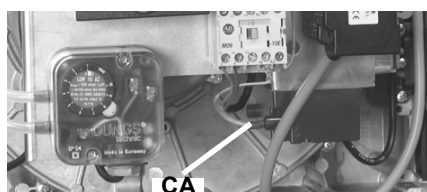

Fig. 50
- 3 Scollegare il cavo di accensione **CA** dal trasformatore di accensione (Fig. 50).